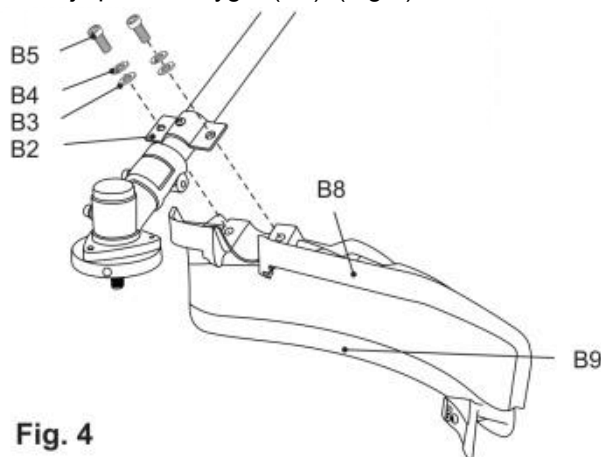

Fig. 4
12) Säkra anslutningen med bultar (B5) , fjäderbrickor (B4)) och brickor (B3)) med hjälp av verktyget (E4) .(Fig.4).